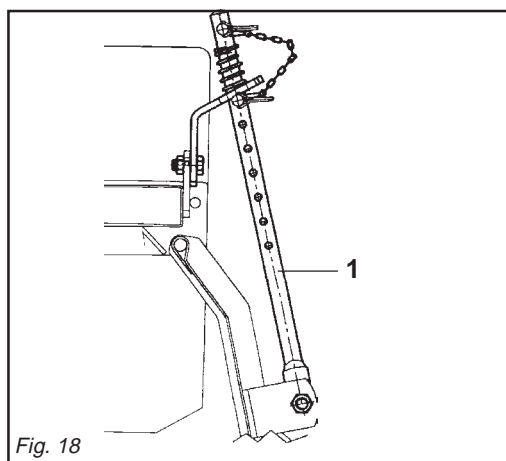

Fig. 18
- 2- Il martinetto a molla (1 Fig. 18) oltre a sostenere la lamiera livellatrice ed ammortizzarla nel trasporto su strada,
- 2- Die Federwinde (1 Abb. 18) trägt nicht nur das Planierschild und dient beim Straßentransport zur Dämpfung von
- 2- *Le vérin à ressort (1 Fig. 18) sert de soutien à la tôle de nivellement et de suspension pendant le transport sur route, pour éviter le basculement du*
- 2- El gato de resorte (1 Fig. 18), además de sostener la chapa de nivelación y protegerla durante el transporte en
(1 Fig. 18) prevents the steerage hoe from overturning when parking.